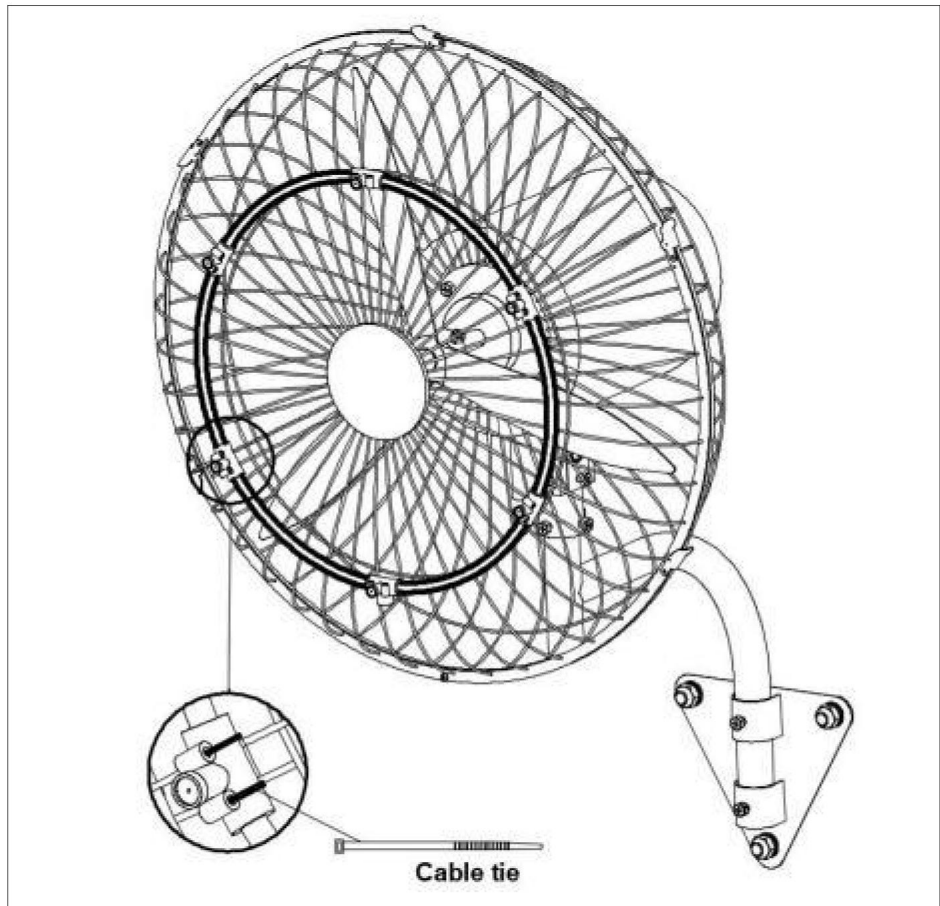

Abb.10.
1). Installieren Sie das Sprührohr an der Frontgitterabdeckung und befestigen Sie es mit einem Kabel Krawatte. Siehe (Abb. 10.)